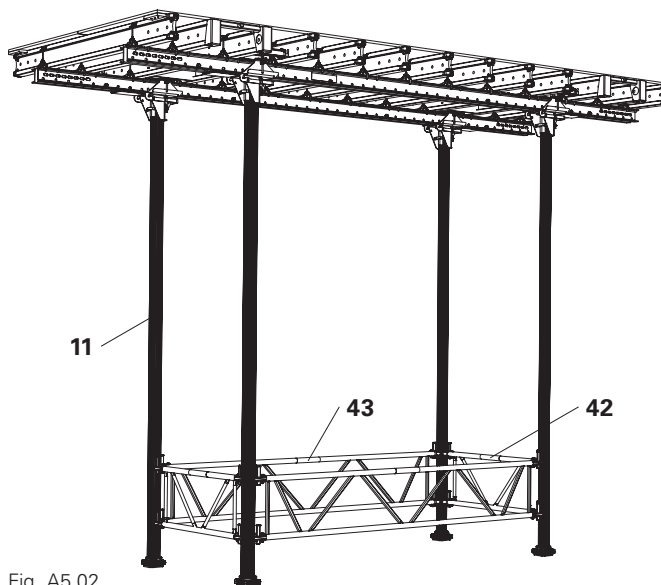

Fig. A5.02
1. Ruotare il MULTIPROP MP 625 (11) per accorciarlo.
2. Installare il telaio MRK 350 (43) in senso longitudinale e il telaio MRK 150 (42) in senso trasversale, vedere le istruzioni del sistema MULTIPROP (Fig. A5.02)